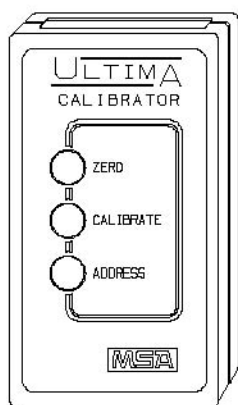

图2-2 Ultima 标定器
- Ultima 标定器，P/N：809997（见图2-2）